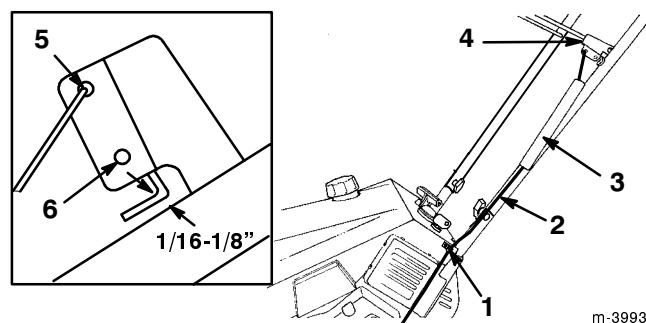

Bild 3
1. Verlegen Sie den Bowdenzug durch die Schlaufe an der linken Seite der Schneefräse (Bild 3).
4. Schieben Sie die Federabdeckung über die Feder und die Zugeinstellung. Schieben Sie dann das Federende durch das Loch im Ende der Federabdeckung (Bild 3).
5. Haken Sie die Feder in das obere Loch am Schalteistenprofil ein (Bild 3).
7. Stellen Sie sicher, dass ein Abstand von 0,16–0,32 cm zwischen der Schaltleiste und dem Griff besteht (siehe Ausschnitt in Bild 3). Zum Einstellen dieses Abstandes beachten Sie bitte *Einstellen des Bowdenzuges*, Seite 15.